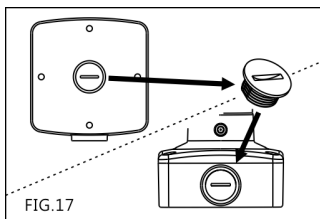

FIG.17
1. Desligue o plugue de orifício na caixa inferior e fixe-o no orifício lateral (FIG.17).